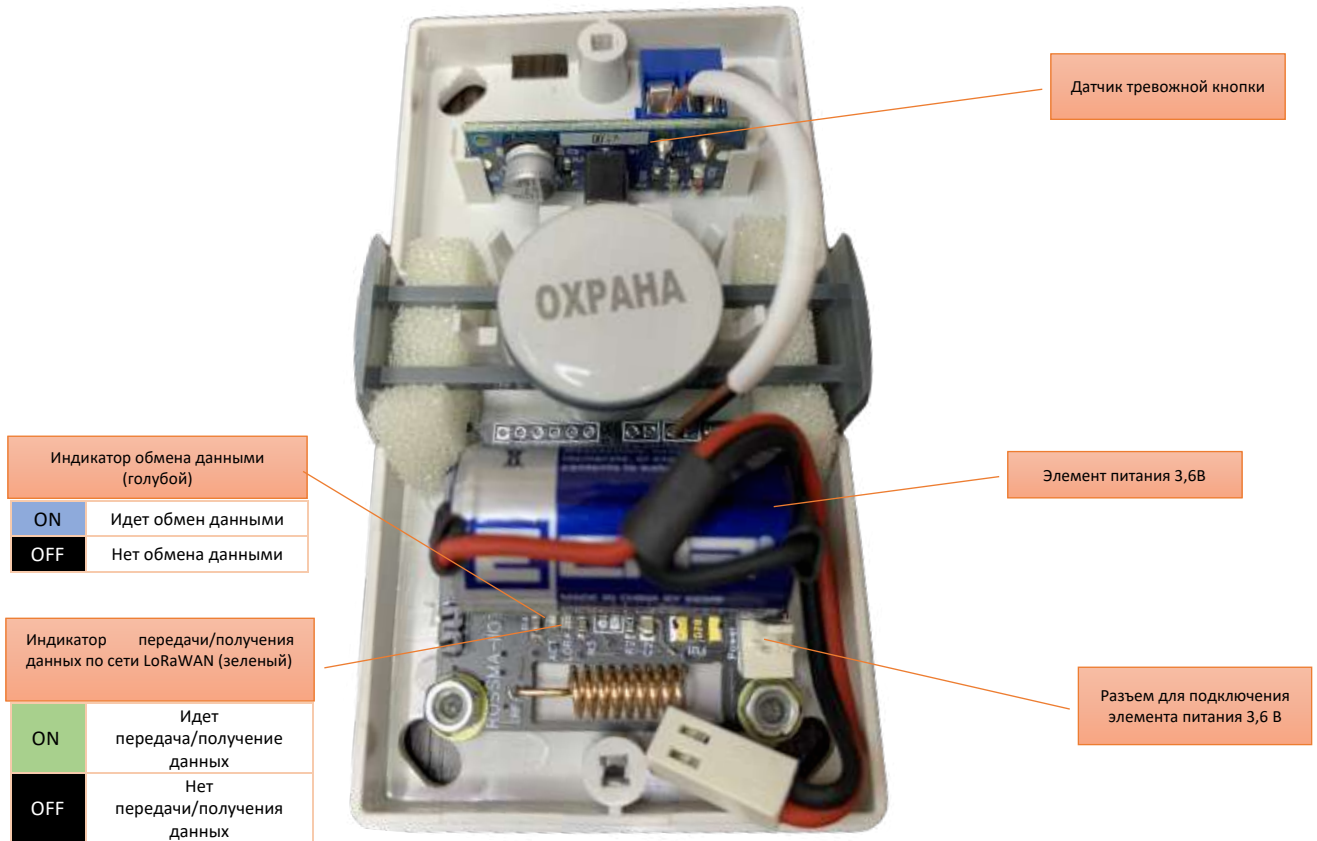

Рис.1 Описание устройства ROSSMA IIOT-AMS ALARM BUTTON
- Подключить элемент питания 3,6 В к измерителю-коммутатору при помощи разъема для подключения (рис.1)